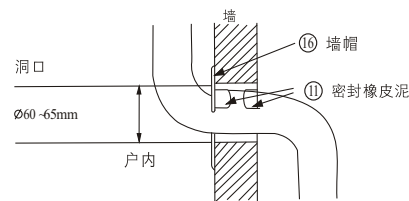
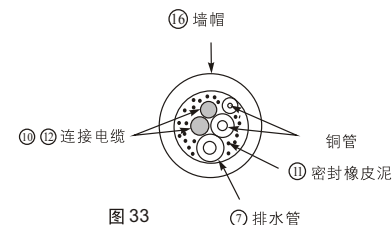

图 32
图 33
2 用附件⑯墙帽及附件⑪密封橡皮泥来整理墙上的洞,如图32、图33。